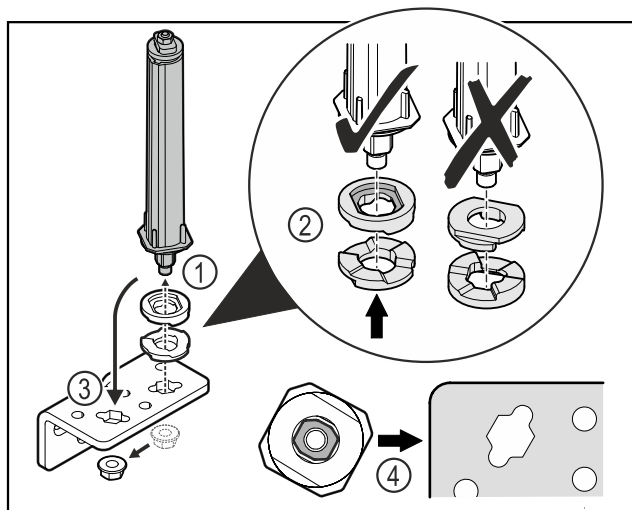

Fig. 34
- ▶ Løsn møtrikken, og fjern dørlukkesystemet Fig. 34 (1).
- ▶ Vær opmærksom på, at højdeindstillingskiverne vender korrekt Fig. 34 (2).
- ▶ Flyt lukkesystemet i hængselvinklen, og fastgør med møtrikken Fig. 34 (3).
- ▶ Vær opmærksom på, at dørlukkesystemet vender korrekt, når det sættes i Fig. 34 (4).